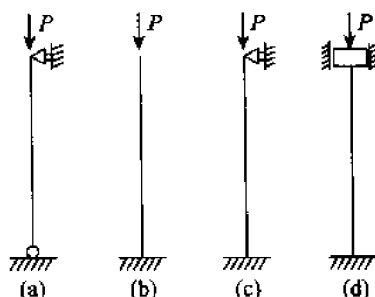

图 13-26
3. 如图 13-26 所示直杆,其材料相同,截面和长度相同,支撑方式不同,在轴向压力作用下,那个柔度最大,哪个柔度最小?有四种答案,正确答案是: